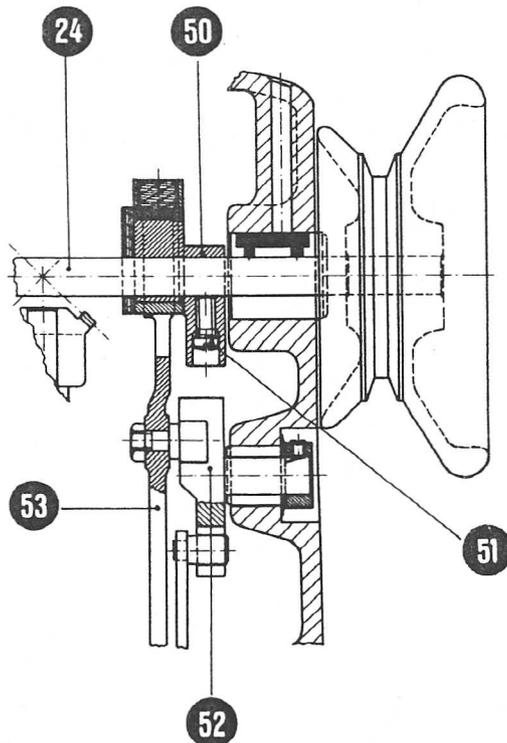

Abb. 19
Zunächst werden die beiden Befestigungsschrauben (51) gelöst und der Schubexcenter (50) in die richtige Einstellung gebracht. Verdreht man den Excenter in der Laufrichtung der Maschine, dann ist das Schubende des Transporteurs (47) früher erreicht – verdreht man in der entgegengesetzten Richtung, später (Abb. 19).